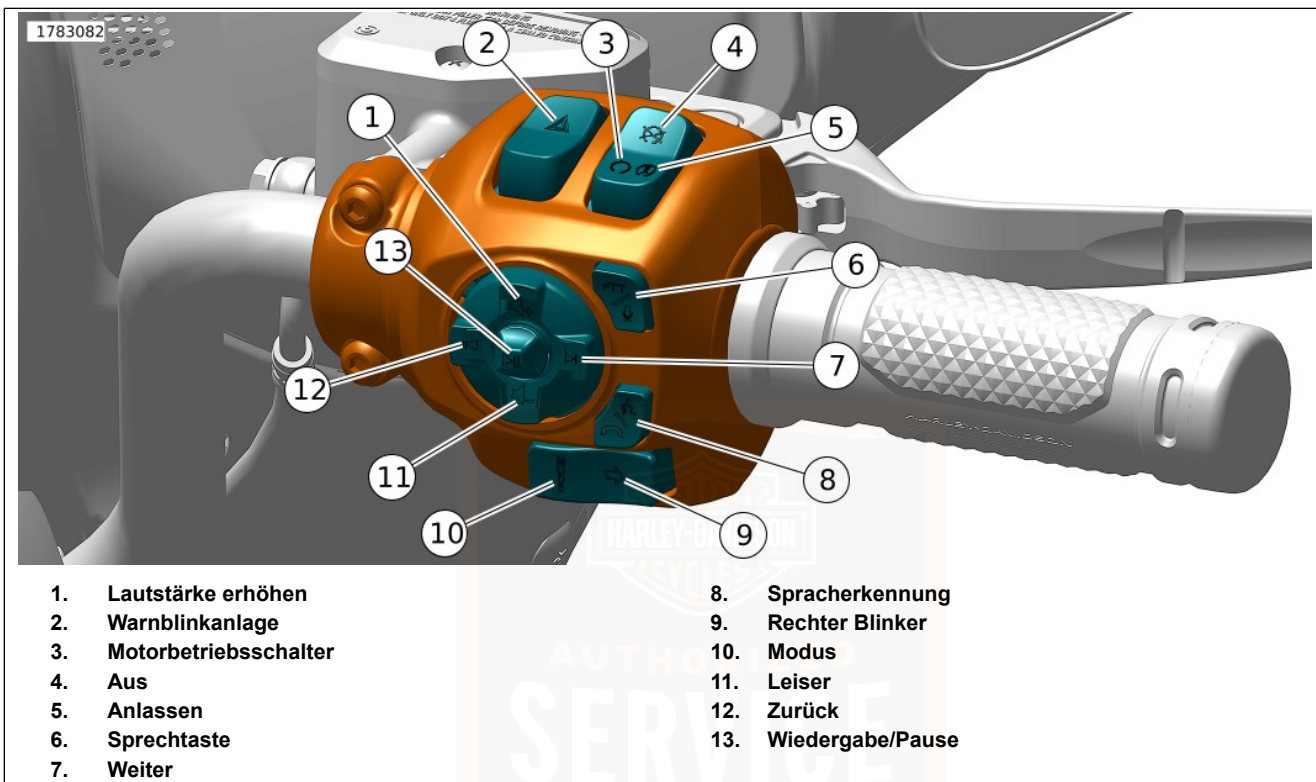

Abbildung 33. Rechtes Handbedienmodul (RHCM)
Siehe Abbildung 33. Der Warnblinkanlagenschalter (2) dient zur dauerhaften Aktivierung der Vierfach-Warnblinkanlage bei einem liegengebliebenen Motorrad. Mithilfe der Warnblinker kann das Motorrad mit ausgeschalteter Zündung zurückgelassen werden, bis Hilfe geholt wird. Siehe Tabelle 27.
1. Während der Motorbetriebsschalter auf RUN (Ein) (3) steht, auf den Warnblinkanlagenschalter drücken, um die Vierfach-Warnblinkanlage zu aktivieren.
Siehe Abbildung 33. Den Motorbetriebsschalter auf OFF (Aus) (4) stellen, um den Motor abzustellen. Siehe Tabelle 27.
Siehe Abbildung 33. Den Motorbetriebsschalter auf RUN (Ein) (3) stellen, damit der Motor starten und laufen kann. Der Motorbetriebsschalter muss sich in der Stellung RUN (Ein) befinden, damit der Motor angelassen und betrieben werden kann. Siehe Tabelle 27.
Siehe Abbildung 33. Den rechten Blinkerschalter (9) zur Aktivierung des rechten Blinkers betätigen. Siehe Tabelle 27.
Siehe Abbildung 33. Die „Lautstärke erhöhen“-Taste (1) drücken, um die Lautstärke zu erhöhen. Siehe Tabelle 27.
Siehe Abbildung 33. Die „Weiter“-Taste (7) drücken, um die nächste Mediendatei auszuwählen. Siehe Tabelle 27.
Siehe Abbildung 33. Die „Lautstärke verringern“-Taste (11) drücken, um die Lautstärke zu verringern. Siehe Tabelle 27.
Siehe Abbildung 33. Die „Zurück“-Taste (12) drücken, um die vorherige Mediendatei auszuwählen. Siehe Tabelle 27.
Siehe Abbildung 33. Die „Wiedergabe/Pause“-Taste (13) drücken, um die aktuelle Mediendatei wiederzugeben oder anzuhalten. Siehe Tabelle 27.
Siehe Abbildung 33. Die Sprechtaste (6) dient bei entsprechend ausgestatteten Fahrzeugen der Bedienung der Fahrer/Sozius-Sprechanlage. Siehe Tabelle 27.
1. Siehe Abbildung 33. Den Motorbetriebsschalter auf RUN (Ein) (3) stellen. Das Getriebe in den Leerlauf schalten. Die (grüne) Leerlauf-Kontrollleuchte leuchtet auf. Siehe: FUNKTIONSWEISE > ANLASSEN DES MOTORS (Seite 136).
2. Den Anlasser durch Drücken des Motorbetriebsschalters auf START (5) betätigen. Siehe Tabelle 27.
Siehe Abbildung 33. Die Spracherkennungstaste (8) aktiviert die integrierten Spracherkennungsfunktionen der IFCU. Wenn CarPlay aktiv ist, wird Siri durch langes Drücken aktiviert. Siehe Tabelle 27.
Siehe Abbildung 33. Die Modustaste (10) drücken, um den Fahrmodus zu ändern. Siehe: FUNKTIONSWEISE > FAHRMODI (Seite 121). Siehe Tabelle 27.
Siehe Abbildung 33. Die Rechtes Lenkerbedienelementmodul (RHCM) -Tasten verwenden, um mit Lauter (1), Leiser (11), Nächster (7), Vorheriger (12) und Wiedergabe/Pause (13) die RHCM Einstellungen der Audiomedien anzupassen. Siehe: **BEDIENUNGSANLEITUNG > FUNKTIONSWEISE DER INFOTAINMENT-STEUEREINHEIT (IFCU) (Seite 167).**